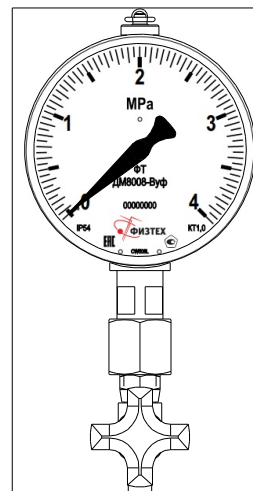

Рисунок 7 – Манометр
- электроконтактный манометр 8 показывает фактическую величину давления в гидросистеме ЭГП (рисунок 7 рисунок А.3.1 приложения А);